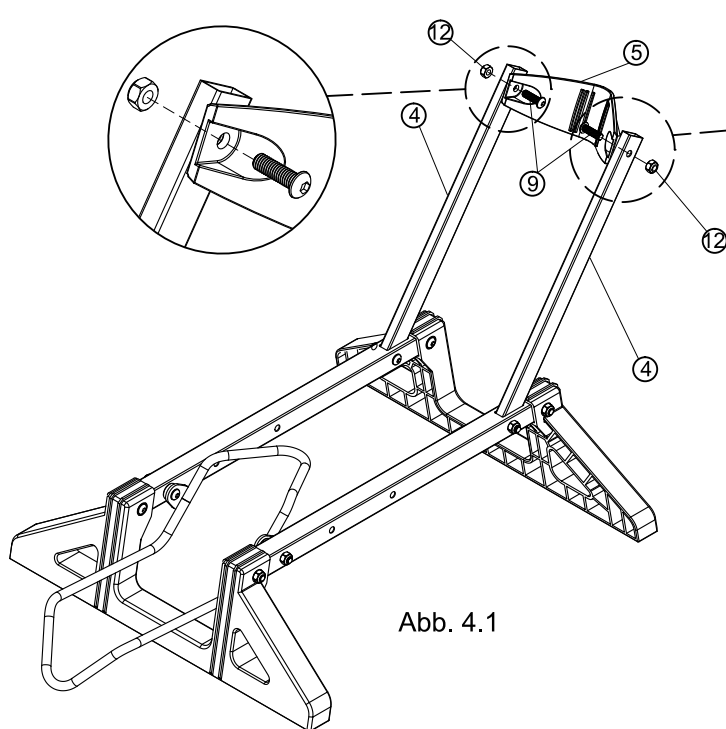

Abb. 4.1
1. Verbinden Sie den Gegenhalter^⑤ mit den senkrechten Haltestangen^④ und verschrauben diesen. Benutzen Sie die M6 Rundkopfschraube 20L^⑨ und die Nylon Mutter^⑫. Stellen Sie sicher das die Nylon Mutter^⑫ auf der Außenseite befestigt wird. (Siehe Abb. 4.1)